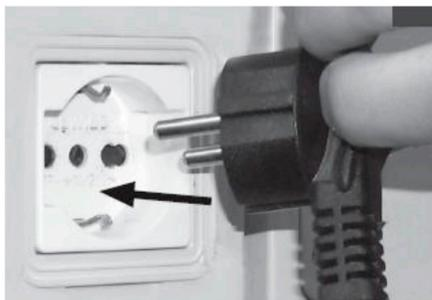
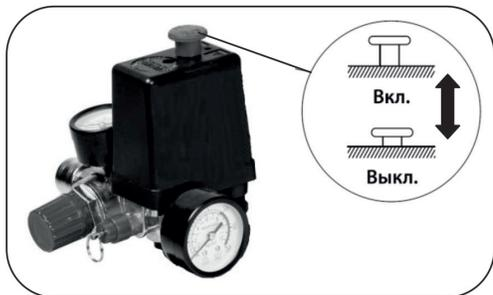
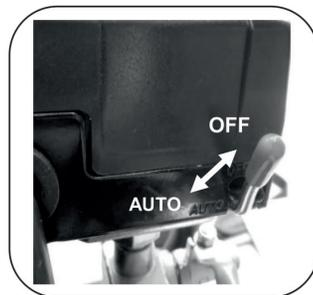

Рис. 9
Рис. 10
Рис. 11
2. Подключите вилку электрокабеля питания в соответствующую розетку, имеющую контакты заземления (рис. 9), предварительно проверив, что выключатель реле давления 2 (рис. 10, рис. 11) находится в положении выключено «О» (OFF).
3. Включите компрессор. Для моделей ACF-200-8S и ACF-300-24S потяните вверх выключатель реле давления в положение Вкл. (рис. 10). Для моделей ACF 500-50S и ACF 500-120S переведите рычаг выключателя реле давления в положение «Auto» (Рис. 11). Компрессор запустится и начнет накачивать воздух в ресивер. После достижения заданного верхнего уровня давления компрессор остановится. По мере расходования воздуха давление в ресивере падает и, когда оно достигает нижнего заданного уровня (разница между верхним и нижним уровнем давления 2 бар), компрессор автоматически включится.